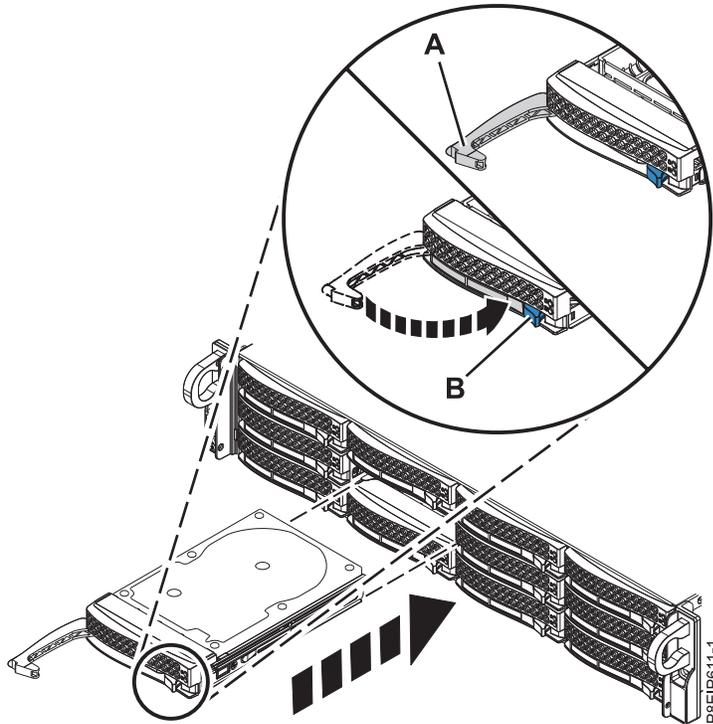

図 19. ディスク・ドライブのロックの詳細
7. **(B)** 位置にロックされるまでハンドル・リリースを押し込んで、ドライブ・ベイ・ハンドル **(A)** をロックします (23 ページの図 19 を参照)。